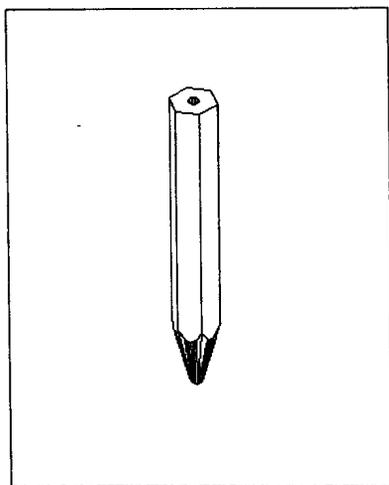

图 1-1
本例制作铅笔，如图 1-1 所示。
13. 单击  → 【消隐】或在命令行中直接输入 hide 命令，这时就可以看到图 1-1 的效果了。